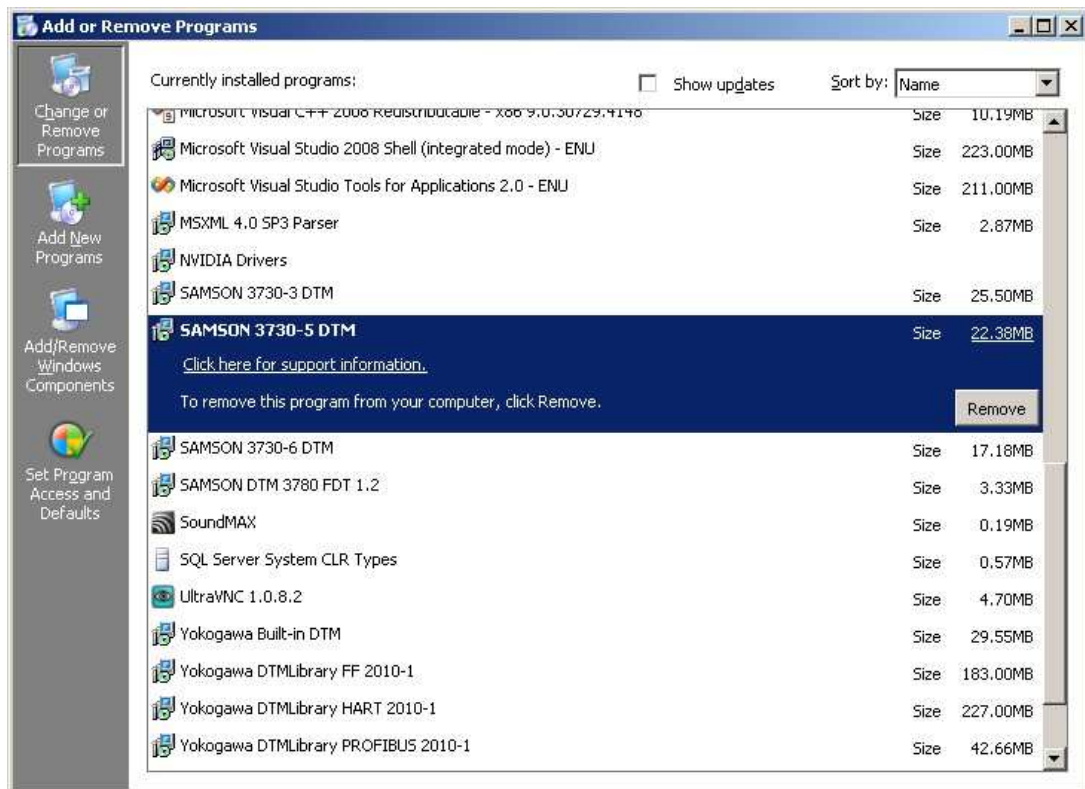

Abb. 1: Installiertes DTM gelistet in den Windows Softwarekomponenten
- Nach erfolgreicher Installation wird der DTM im Softwarekatalog von Microsoft Windows geführt (siehe Abb. 1).